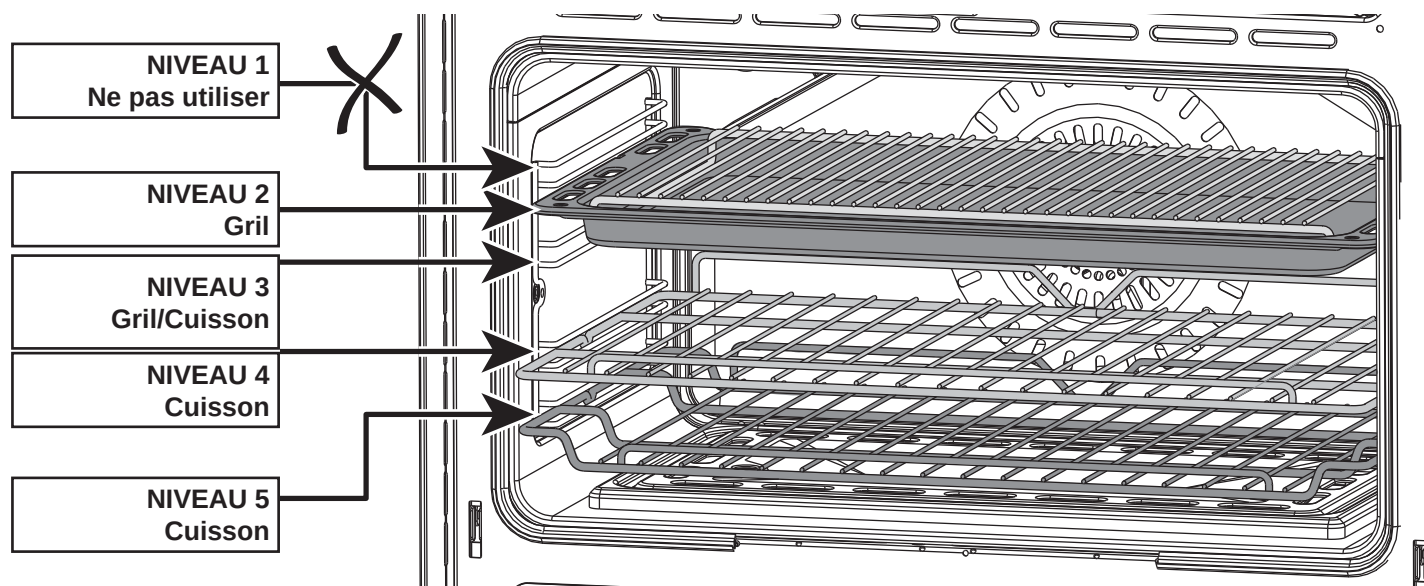

Fig. 3.5
- Placez la lèchefrite (plaque du four + porte-gril) sur le deuxième niveau par le haut (fig. 3.5).